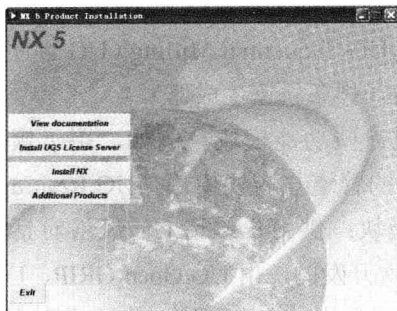

图 1-1 安装主界面
Step 01 将 UG NX5 的安装光盘放入光驱内,双击 UG NX5 安装光盘目录文件中的 Launch.exe 文件,启动安装程序。将出现安装主界面,如图 1-1 所示。